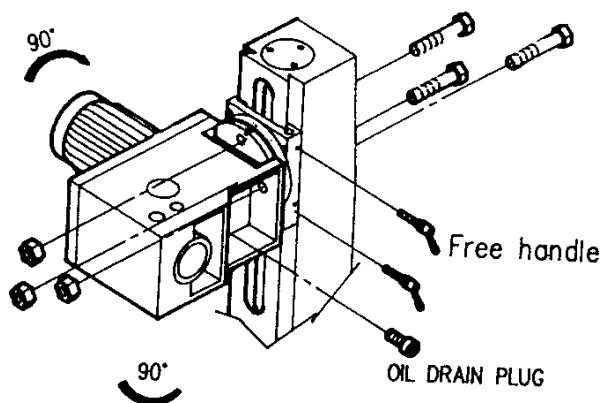

Fig. 1
5. UTILISATION DES PIÈCES PRINCIPALES DE LA MACHINE (voir Fig. 1)
(2) Après l'opération
(3) Réglage de la tête
- (a) Pour lever et abaisser la tête, desserrez les deux contre-écrous robustes illustrés à la figure 1. Utilisez la poignée gauche de la tête pour lever et abaisser la tête sur son mécanisme à pignon et crémaillère. Lorsque la hauteur souhaitée est atteinte, serrez les boulons pour éviter les vibrations.